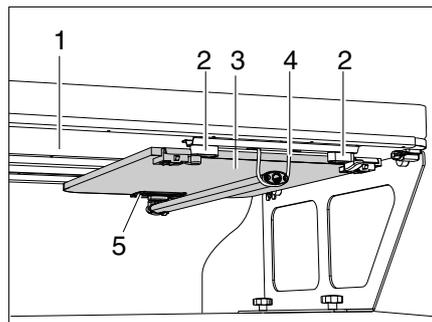

Bild 36 Hängetisch unter der Bettverlängerung
Der Hängetisch mit Teleskopfuß ist Bestandteil des Outdoor-Pakets und kann durch Anpassung des Stützfußes Unebenheiten im Untergrund ausgleichen. Der Hängetisch (Bild 36,3) ist unter der Bettverlängerung (Bild 36,1) befestigt.
- Zwei Klemmbügel (Bild 36,2) um 90° drehen.
- Haltegummi (Bild 36,4) am Teleskopfuß aushängen.
- Hängetisch unter der Bettverlängerung in den Anschlag (Bild 36,5) schieben.
- Haltegummi (Bild 36,4) am Teleskopfuß einhängen.